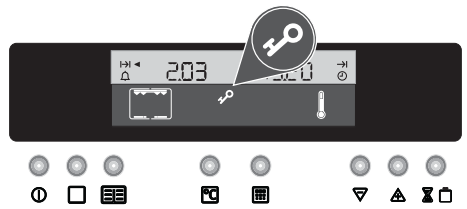

Fig. 26
6. Dès que la température du four avoisine 300°C, le verrouillage de la porte s'active et le symbole correspondant  s'affiche (Fig. 26).
porte s'active et le symbole correspondant  s'affiche (Fig. 26).